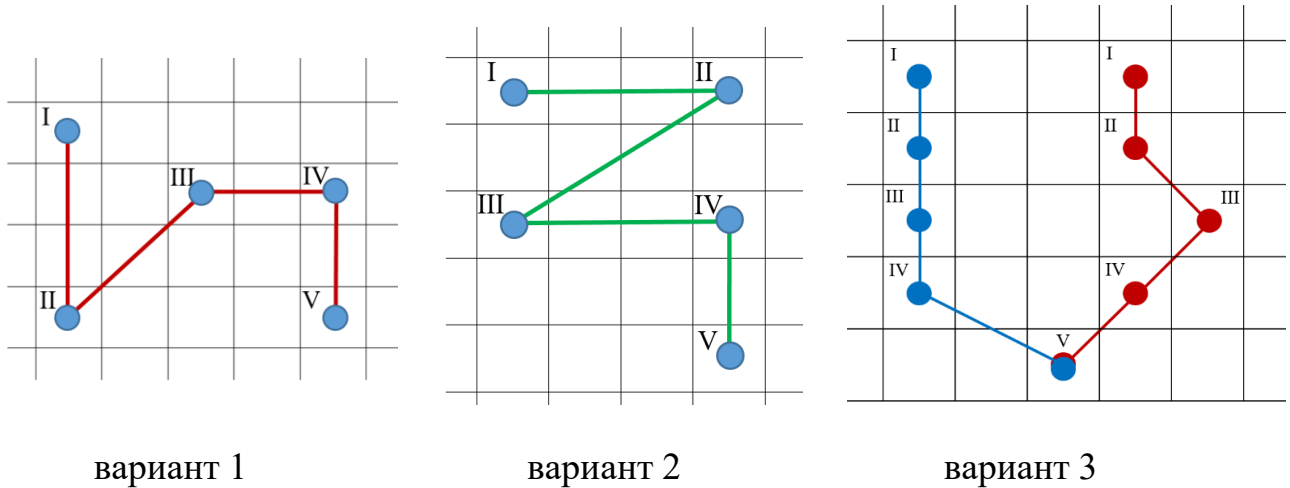

Рис. 6. Варианты обозначения участков и траектории перемещения
1. Условными знаками обозначьте на листе участки сборочного цеха и траекторию перемещения деталей (произвольно), при этом обратите внимание, чтобы все участки попали в рабочую зону манипулятора. На рис. 6 показаны варианты обозначения участков и траектории перемещения.